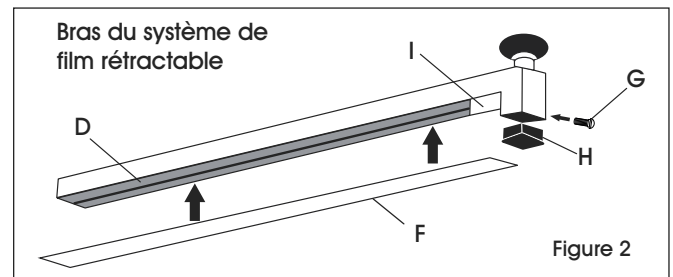

Figure 2
5. Retirez le ruban adhésif utilisé du panneau flexible (D) en dessous du bras de la scelleuse. (Voir Figure 2)
1. Repérez et retirez la vis en plastique noir (G) sur le côté droit du bras de la scelleuse. Retirez l'embout en plastique noir (H). Retirez le manchon isolant en plastique blanc (I). (Voir Figure 2)